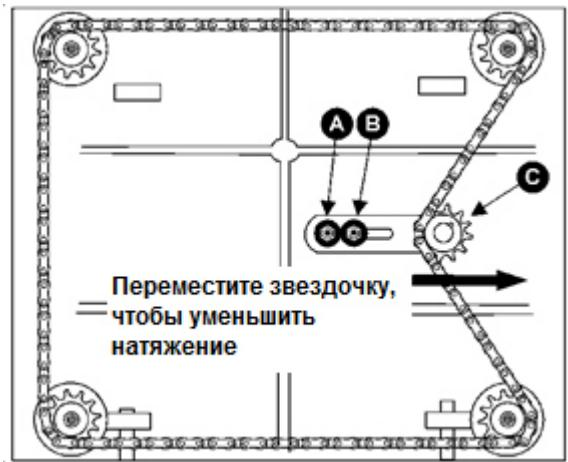

Рис. 22
5. Открутите болты, которыми станок прикреплен к основанию. Осторожно переверните станок на боковую сторону, чтобы видеть нижнюю поверхность станка (см. Рис. 22).
6. Открутите болт (A, см. Рис. 22) и ослабьте болт (B, см. Рис. 22), которые позволяют переместить регулируемую звездочку (C, см. Рис. 22) достаточно, чтобы ослабить натяжение цепи.
9. Когда все регулировки выставлены правильно, поместите цепь обратно на угловые звездочки, переместите звездочку (C, см. Рис. 22) обратно, чтобы натянуть цепь, затяните болт (B, см. Рис. 22), а также вкрутите и затяните болт (A, см. Рис. 22).